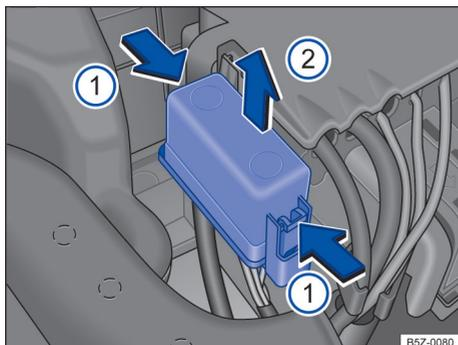

Fig. 141 No compartimento do motor: retirar cobertura da caixa de fusíveis.
- Pressionar as travas no sentido da seta  para destravar a cobertura da caixa de fusíveis → Fig. 141.